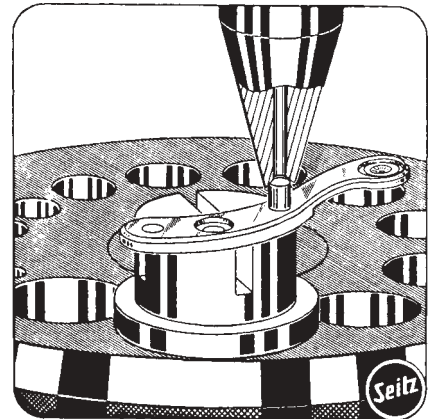

Abb. 104
a) Dient zum Ersetzen von Stellstiften bei Ankerkloben (Abb. 104). Bei allen Kloben mindestens zwei Stellstifte anzubringen, ist eine wichtige Voraussetzung, um die immer gleiche Stellung zu sichern. Zum Ersetzen einer dieser beiden Stifte wird der Kloben mit seiner Unterseite so auf den Amboss gelegt, dass der verbleibende Stellstift in einem Einschnitt liegt. Das Eintreiben des neuen Stiftes kann dann ohne Schwierigkeiten erfolgen.